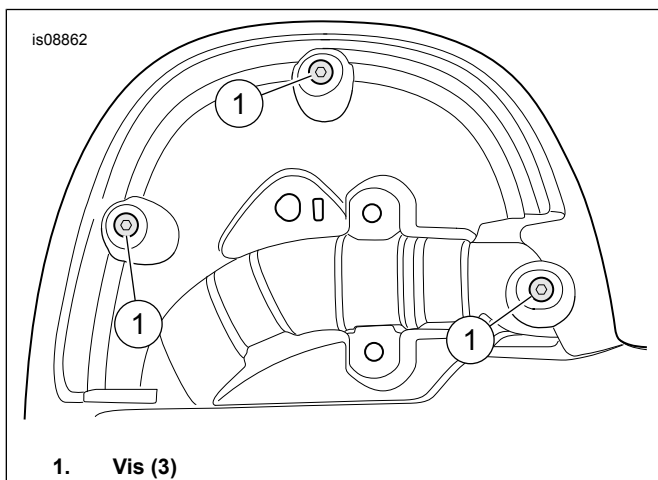

Figure 1. Vis arrière
2. Voir la figure 1. **À l'arrière** : enlevez les vis (1).